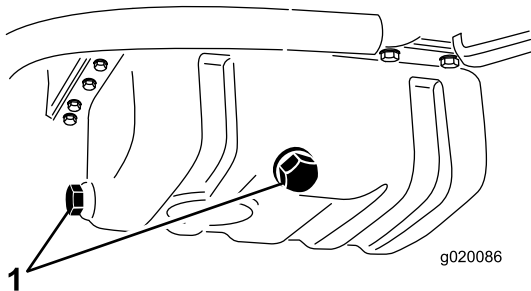

图 55
1. 拆下排油塞 (图 55)让油流入放油盘。油不再流时安装排油塞。